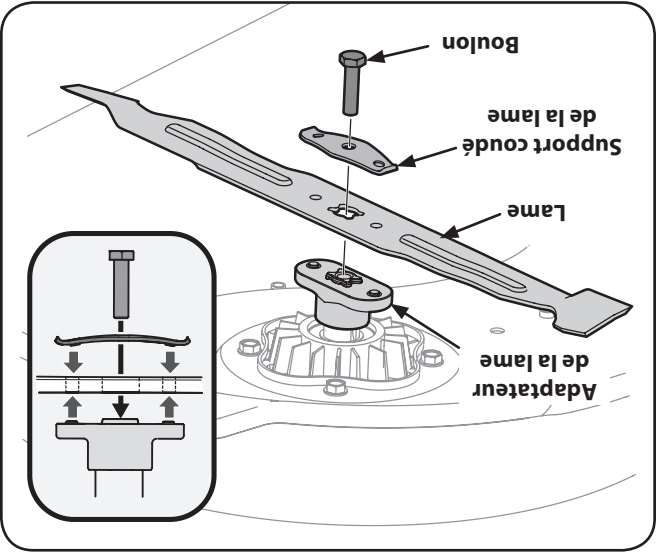

Figure Z-1
2. Enlevez la vis hex. et le support de la lame qui maintiennent celle-ci et son adaptateur sur le moteur du plateau de coupe. Voir la Figure Z-1
3. Démonter la lame et son adaptateur de la fusée du moteur du plateau de coupe. Voir la Figure Z-1.